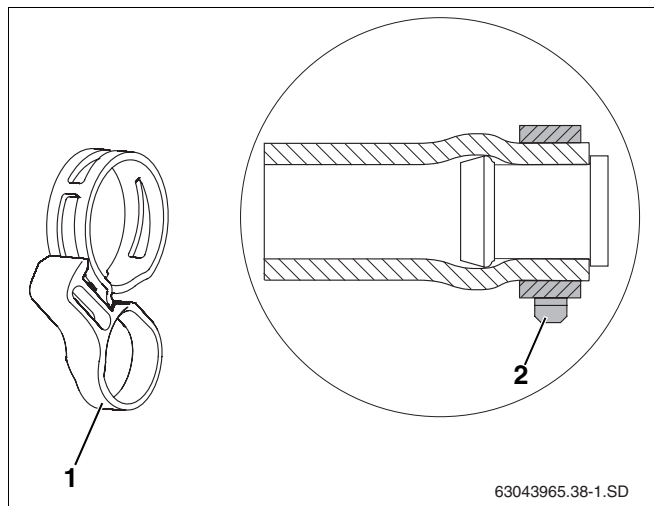

Рис. 36 Пружинный хомут с фиксирующим кольцом, установленный на заглушку
- Правильное положение пружинного хомута нужно обеспечить непосредственно перед затяжкой фиксирующего кольца (рис. 36, поз. 1) и (рис. 36, поз. 2). Последующее ослабление плоскогубцами может повлиять на зажимное усилие.